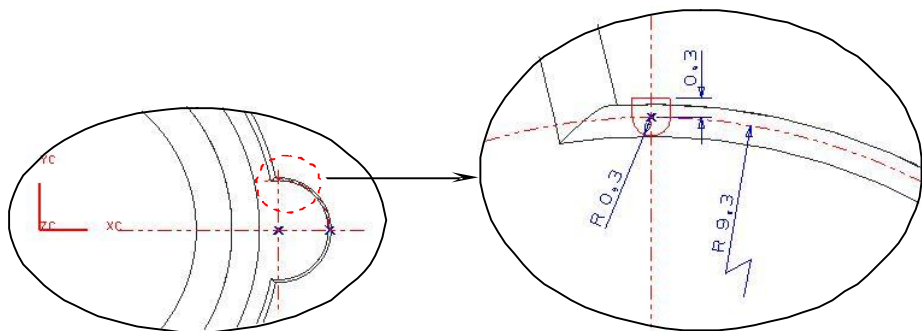

图5-67
17. 在【成形特征】工具条中单击【草图】按钮，弹出【基准平面】悬浮工具条，再单击【基准平面】按钮，弹出【基准平面】对话框，然后单击【XC-YC】按钮，并在【偏置】输入框中输入“19”，最后依次单击 **确定** 和【确定】按钮进入二维草图界面，绘制图 5-67 所示的草图轮廓。